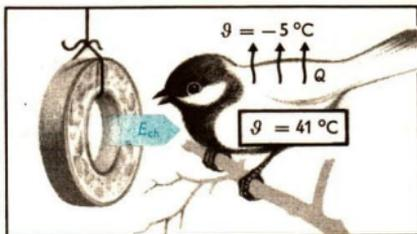

Bild 30/1 Energiehaushalt einer Meise
- **Energiehaushalt in der lebenden Natur.** Der Temperaturunterschied zwischen der Körpertemperatur und der Lufttemperatur führt bei gleichwarmen Tieren zu einer ständigen Wärmeabgabe an die Umgebung (Bild 30/1). Damit zum Beispiel bei einer Meise die notwendige Körpertemperatur erhalten bleibt, muß sie aus der Umgebung Nahrung aufnehmen.
① Gib für die Wärmeleitung, Wärmeströmung und Wärmestrahlung je ein Beispiel aus Natur, Technik oder Produktion an!